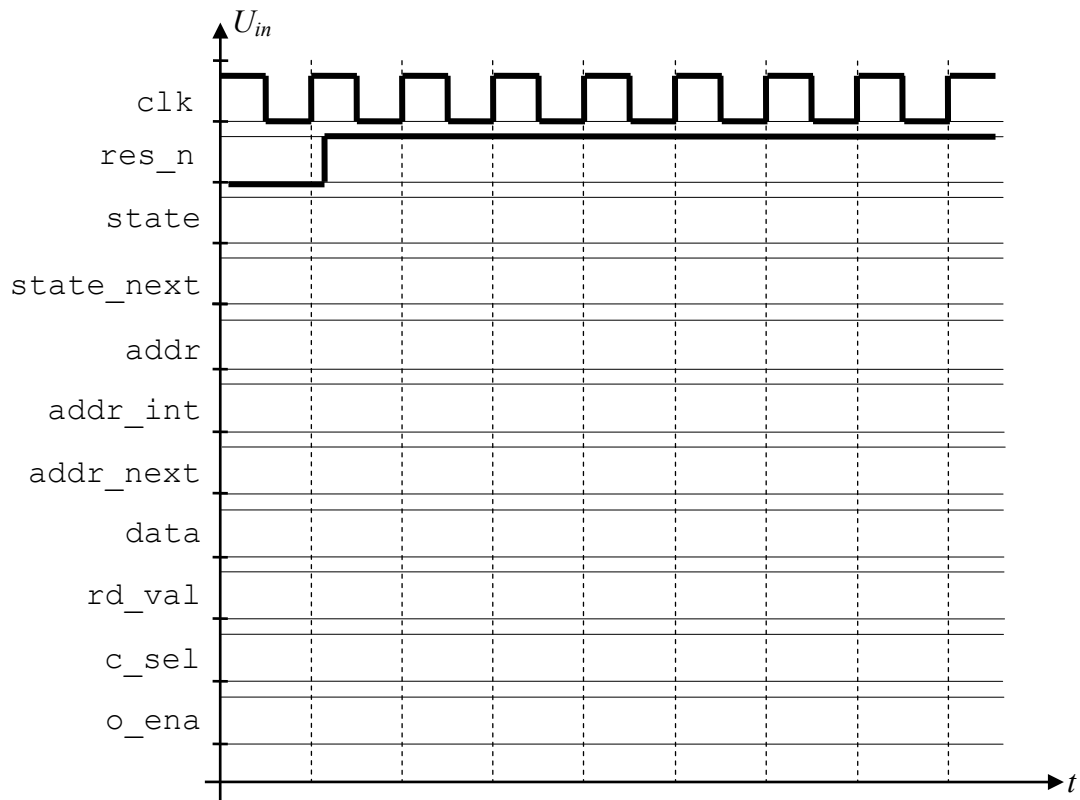

Abbildung 4.1
- (b) Tragen Sie für die ersten 6 Taktzyklen nach dem Reset den Ablauf der Zustände (State plus zugehöriger Next-State) in Abbildung 4.1 ein! Ergänzen Sie weiters den Zeitverlauf aller Ausgangssignale (treffen Sie für die Eingänge ggf. sinnvolle Annahmen).